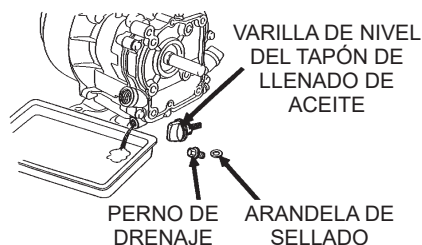

Figura 21. Aceite del motor (drenaje)
1. Drene el aceite del motor mientras esté **tibio**, como se muestra en la Figura 21.